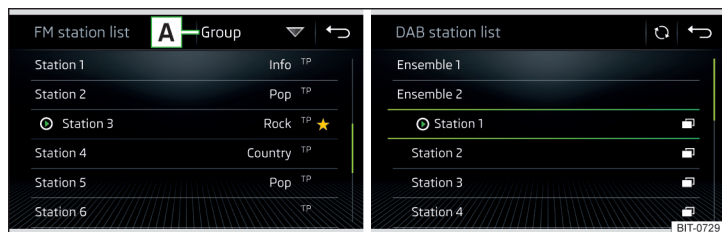

Fig. 142 Exemplu de listă a posturilor de radio FM/DAB disponibile
- ▶ Pentru **sortarea** (FM) posturilor de radio în ordine alfabetică, după grupă sau gen, atingeți suprafața de comandă funcții **[A]** » fig. 142 » **[1]**.
- ▶ Pentru **filtrarea** posturilor în funcție de tipul programului (de ex. cultural, muzical, sportiv etc.), atingeți în lista de posturi FM (cu funcția RDS activată) și în lista de posturi DAB (la selectarea sortării alfabetică a listei de posturi) suprafața de comandă funcții **[A]** » fig. 142.
În benzile de frecvențe **AM** și **DAB**, actualizarea se face manual, prin apăsarea suprafeței de comandă funcții **⏮** » fig. 142.